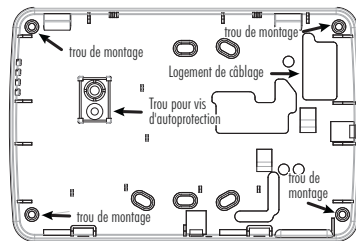

Figure 2 – Montage de la plaque arrière.
4. Fixez la plaque arrière du clavier au mur en utilisant les trous de montage. (Voir la Figure 2). Utilisez les 4 vis fournies sauf en cas de montage sur un boîtier encastrable. Utilisez les chevilles en plastique fournies pour monter l'appareil sur une cloison sèche. Si vous utilisez l'autoprotection du clavier, fixez la plaque correspondante au mur avec une vis.